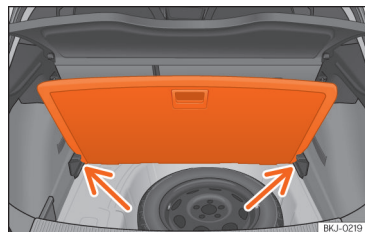

Fig. 140 Piso variável da bagageira: posição inclinada.
- Apoie o piso sobre os alojamentos previstos para o efeito »» Fig. 140 (setas).